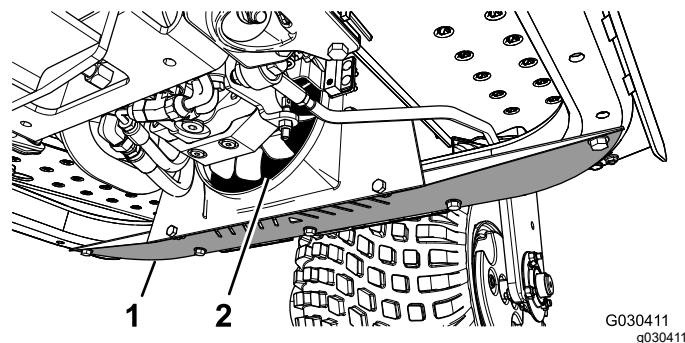

図 49
1. 下のシールドを外す 図 49。
2. 圧縮空気を使って、ファンの周囲についているごみやほこりを、裏側から吹いて除去する 図 49。